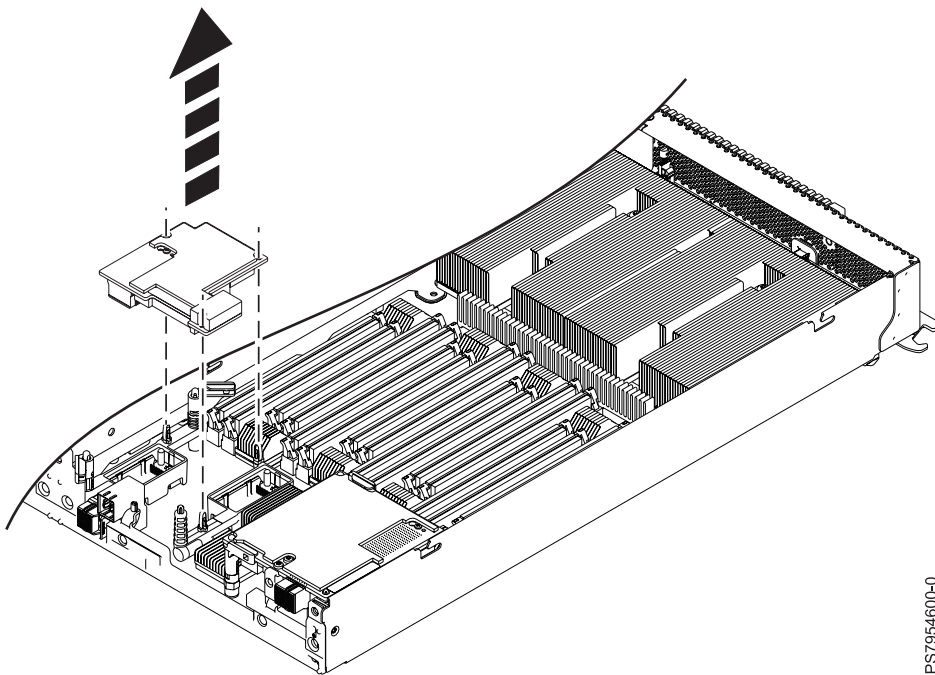

Figure 20. Retrait d'une carte ETE d'extension d'E-S de son connecteur
7. Soulevez ensuite la carte ETE d'extension d'E-S pour la sortir de son connecteur et la retirer du noeud de traitement, comme illustré dans la figure 20. Passez à l'étape 9, à la page 55.